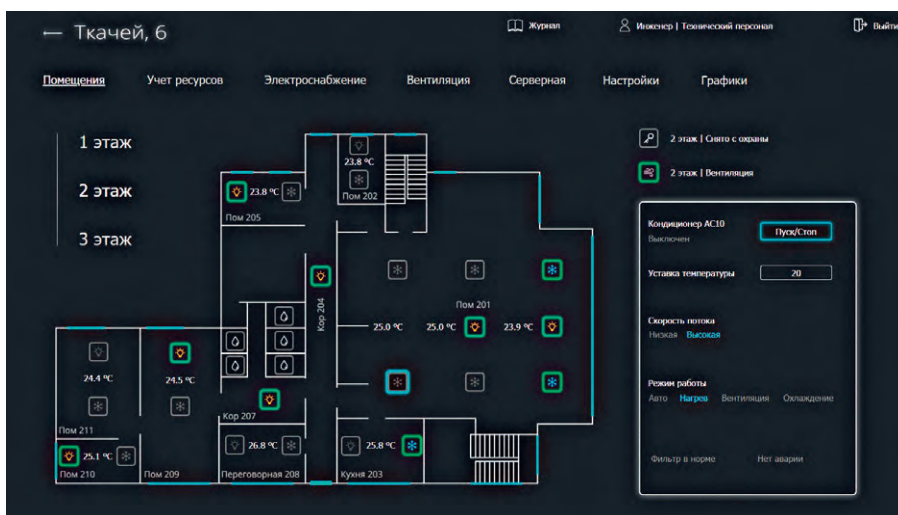

Рис. 6. Управление освещением и кондиционированием этажа офиса
- Система освещения и электроснабжения неотвественных потребителей (рис. 6). Для оптимального расхода электроэнергии освещение рабочих мест подключено к ЕСМО, и благодаря интеграции с ОПС освещение отключается по постановке офиса на охрану и включается при снятии. Предусмотрен и ручной дистанционный режим управления освещением.